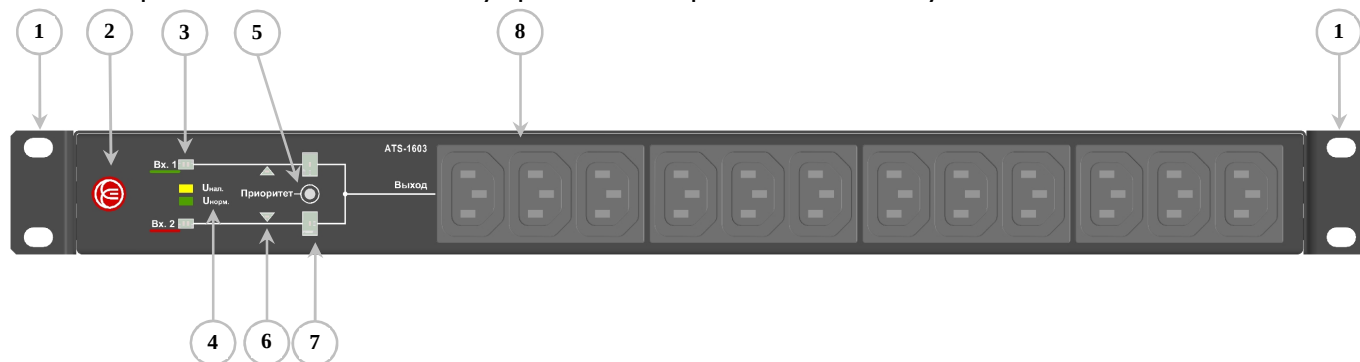

Рисунок 1 – Электронно-механический ABP **ATS-1603**, передняя панель:
1. Напряжения на Входах прибора №1 и №2 (по индикаторам поз.3, Рис.1). Светодиод светится желтым, при наличии не удовлетворяющего требованиям пользователя напряжения на входе, или зеленого свечения, при наличии нормального напряжения на входе. При отсутствии напряжения на входе светодиод не светится.
2. Активного ввода (по индикаторам поз.7, Рис.1). Светодиод светится зеленым цветом под символом катушки контактора на активном вводе.
3. Контроль приоритетного ввода (по индикаторам поз.6, Рис.1). Светодиод соответствующего ввода светится синим цветом, при установке приоритета на нем. При отсутствии приоритета индикаторы не светятся.
4. Исправности блока питания на Входах прибора №1 и №2 (по индикаторам поз.3, Рис.1). Если индикатор перемигивается желтым и зеленым цветом, при наличии напряжения на вводе, значит блок питания на этом вводе вышел из строя и **переключение на него может не произойти!**
1. Выбрать приоритетный ввод, нажимая на кнопку поз.5, Рис.1.
2. Подключить кабели питания нагрузки в розетки поз.8, Рис.1.
Выбор приоритета производится кнопкой на передней панели (поз.5, Рис.1) по следующему алгоритму:
3. Если дальше последовательно нажимать кнопку, будет происходить поочередное переключение режима приоритета, индикаторы поз.6, Рис.1 миганием будут поочередно отображать режимы: приоритет ввода №1, приоритет ввода №2, нет приоритета (мигают оба).